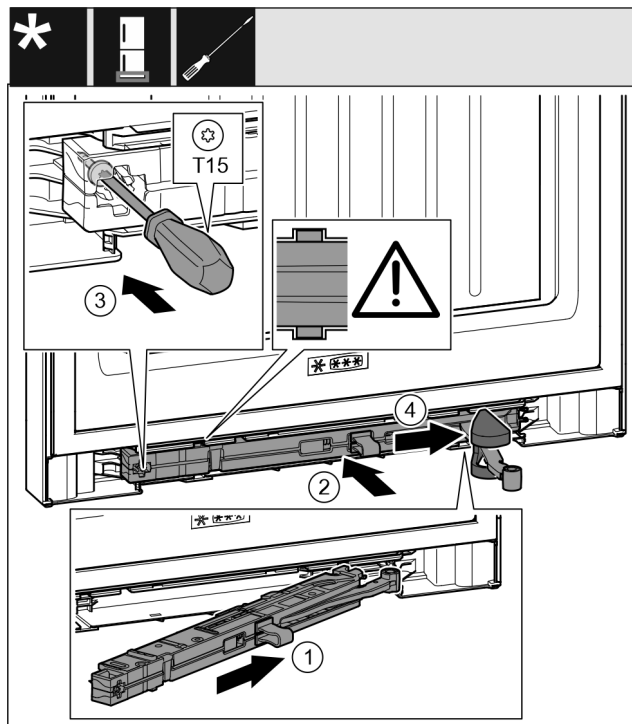

Fig. 46
- ▶ Introducir la unidad del amortiguador de cierre en el lado del soporte de apoyo hasta el tope en posición inclinada en la escotadura. Fig. 46 (1)
- ▶ Desplazar por completo la unidad del amortiguador de cierre en la escotadura. Fig. 46 (2)
- ▶ Apretar el tornillo con un destornillador T15. Fig. 46 (3)
- ▶ Desplazar la cubierta sobre la articulación. Fig. 46 (4)